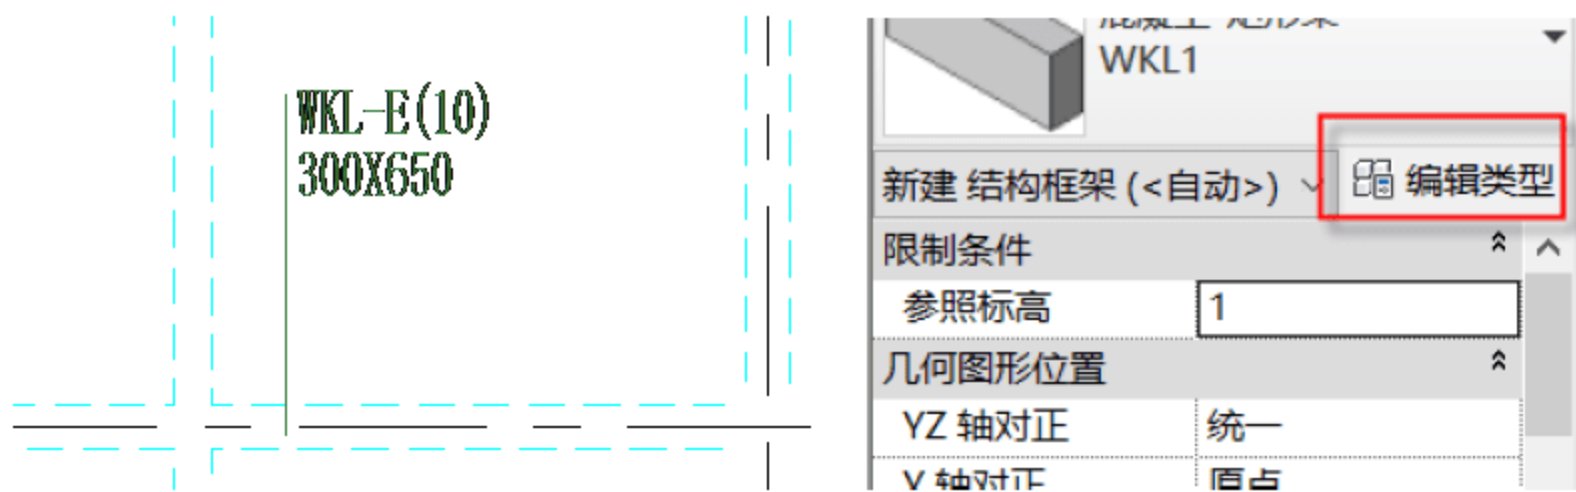
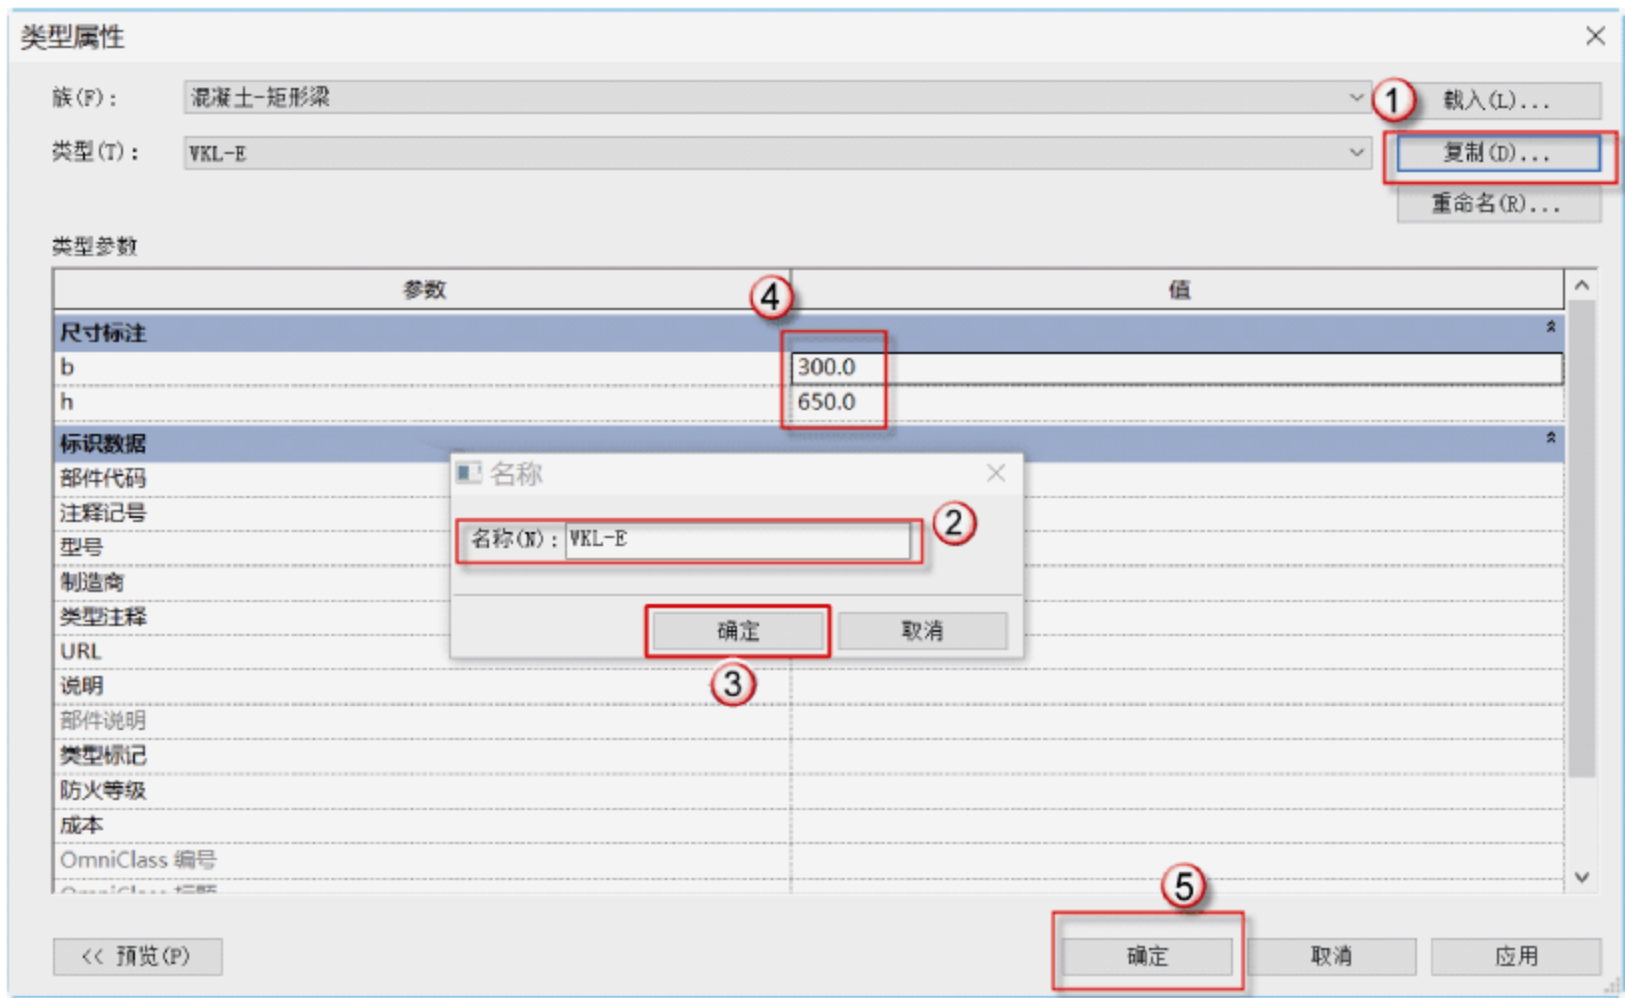

图 5.1.8 确定 WKL-E 尺寸
图 5.1.9 编辑梁的属性
(6) 新建屋框梁 WKL-E。由 DWG 图可得，WKL-E 梁的长宽为 300×650。选择“结构”→“梁”→“编辑类型”命令，在弹出的“类型属性”对话框中，单击“复制”按钮，在弹出的对话框中输入“WKL-E”，单击“确定”按钮。在“尺寸标注”栏中输入 WKL-E 的长宽（b、h），并单击“确定”按钮，如图 5.1.8 和图 5.1.9 所示。